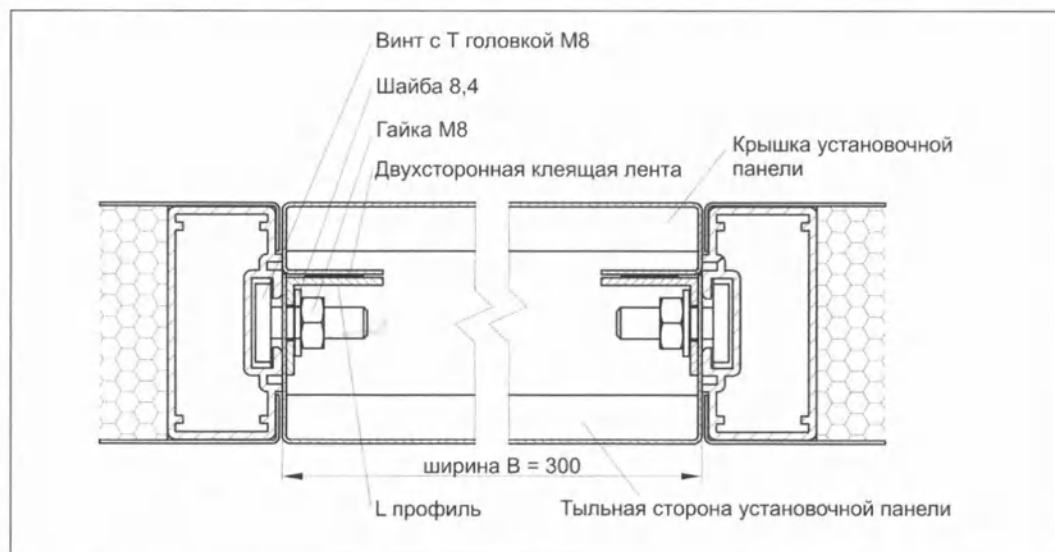

Рис. 16 Установочная панель
4.8. Установочная панель (рис.16)